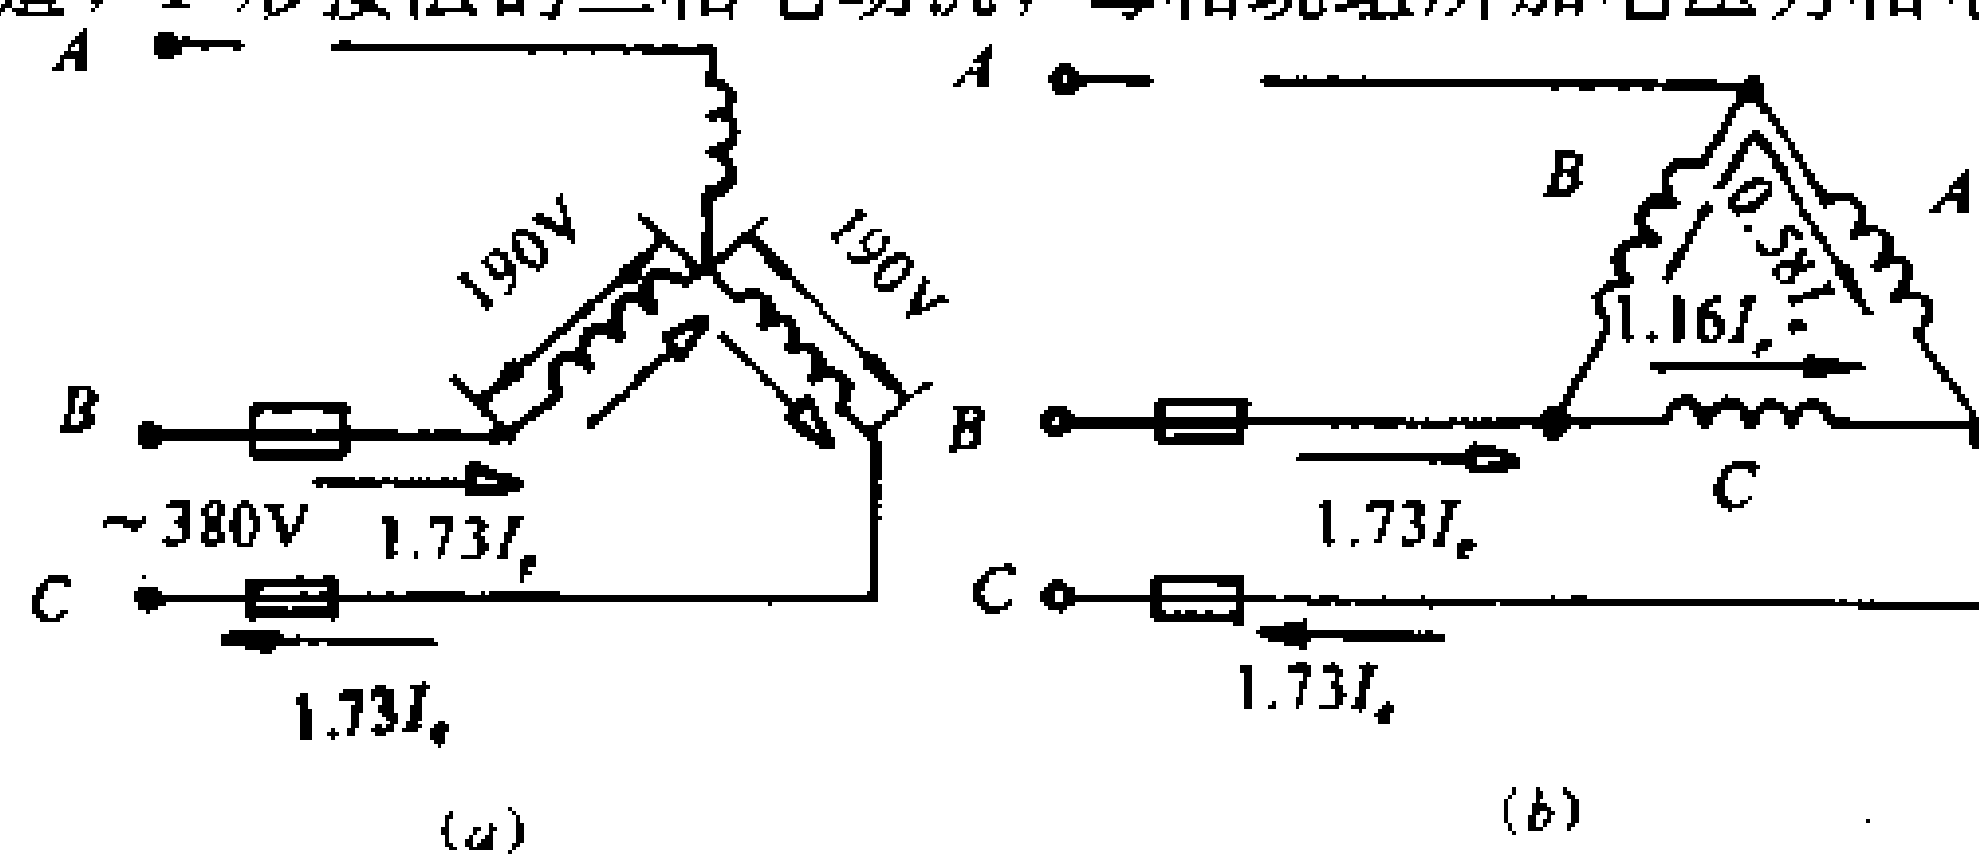

图 4-29 电动机两相运行的分析
(1) 产生两相故障的原因：
- ① 一相熔丝烧断。
- ② 变压器高压侧跌落保险熔断一相，或者低压侧熔断器熔断一相。
- ③ 电动机的引线或低压导线断线、连接松动、接触不良。
- ④ 电动机一相绕组断线。
(2) 电动机两相运行为什么会烧毁定子绕组：假设有一台额定电压（指线电压）为  $380\text{V}$ 、Y 形接线的三相电动机。若 A 相电源断开，则 A 相绕组中的电流为零。这时，B、C 两相绕组串联起来接在  $380\text{V}$  电压之间，即每相绕组所加电压为  $380/2=190\text{V}$  [图 4-29 (a)]。我们知道，Y 形接法的三相电动机，每相绕组所加电压为相电压，即  $220\text{V}$ 。若